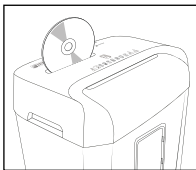

Abb. 5
Stellen Sie den Schalter *REV/OFF/AUTO/FWD* ③ zum Zerkleinern in die Position *AUTO*. Führen Sie die CD von oben mittig in die Schneidöffnung CD/Kreditkarte ② ein (siehe Abb. 5). Sie können jeweils nur eine CD schneiden.